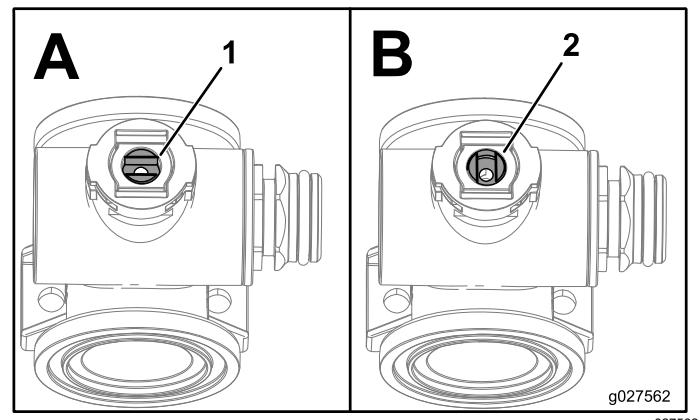

Рисунок 76
1. Расположите шток клапана таким образом, чтобы он был в закрытом положении (Рисунок 76 В).
3. Поверните шток клапана таким образом, чтобы шарик был в открытом положении (Рисунок 76А).